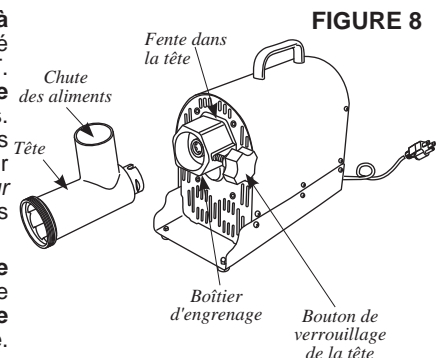

FIGURE 8
1. Insérer la **tête** dans le **boîtier d'engrenage** avec la chute d'aliments de la **tête** faisant face toute droite. Il faut aligner la fente de la **tête** à la **goupille** dans le **boîtier d'engrenage**. S'assurer que la **tête** est correctement logée dans le **boîtier d'engrenages** (Figure 8).